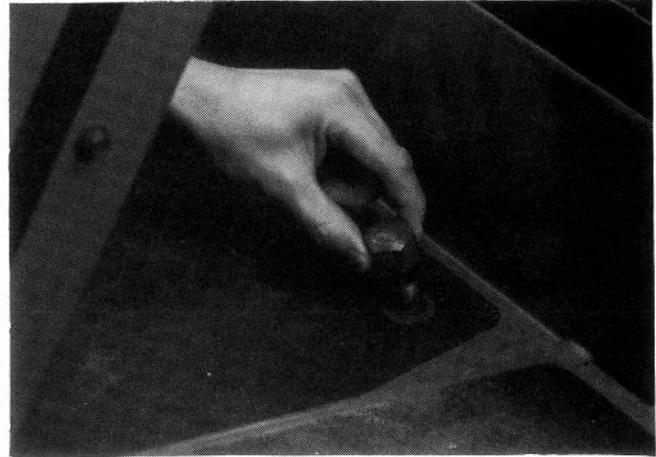

Abbildung 9
2. Die Meßstabkappe (Abb. 9) vom Getriebefüllstutzen abschrauben und mit einem sauberen Lappen abwischen. Dann den Meßstab in den Füllstutzen eindrehen. Den Meßstab wieder herausziehen und den Ölstand messen.